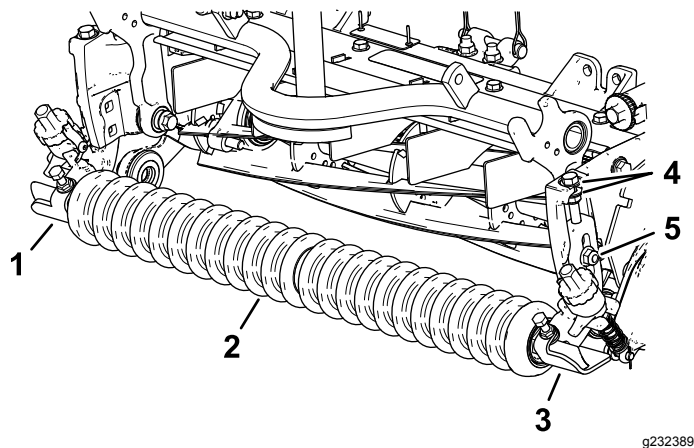

Рисунок 11
1. Установите, не затягивая, левый и правый кронштейны высоты скашивания (НОС) в сборе и передний валик в сборе на боковые пластины режущего блока, используя ранее снятые каретные болты (Рисунок 11).